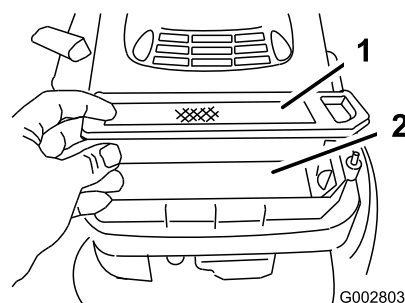

Figure 24
5. Enlevez et jetez l'élément en papier (Figure 24).